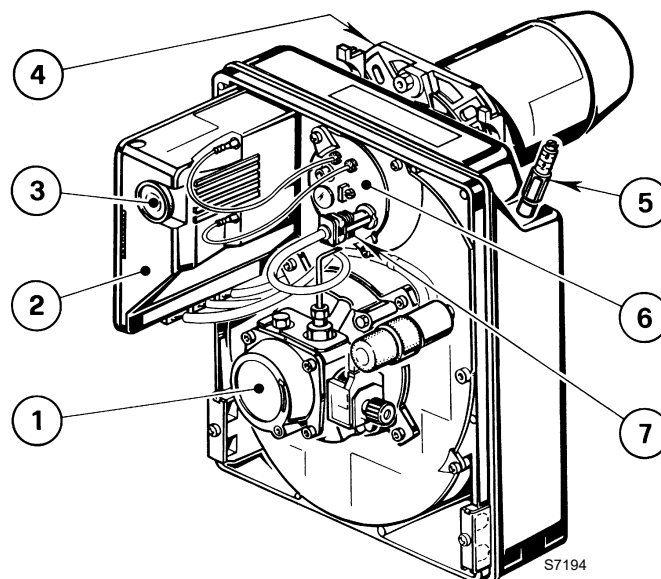

Fig. 1
C Wird durch die Kontrollampe am Steuer- und Überwachungsgerät signalisiert (3, Abb. 1, auf Seite 1).
- Die Reinigung des Flammenfühlers ausführen, (7, Abb. 1, auf Seite 1).